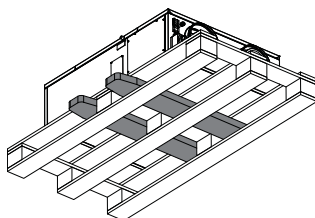

Abb. 3:
- Bei einem Transport mit einem Gabelstapler ist darauf zu achten, dass das Gerät mit dem Grundprofil bzw. Grundrahmen auf den Gabeln des Staplers bzw. auf einer Palette vollständig aufliegt und der Geräteschwerpunkt zwischen den Gabeln liegt. (s. Abb.3)